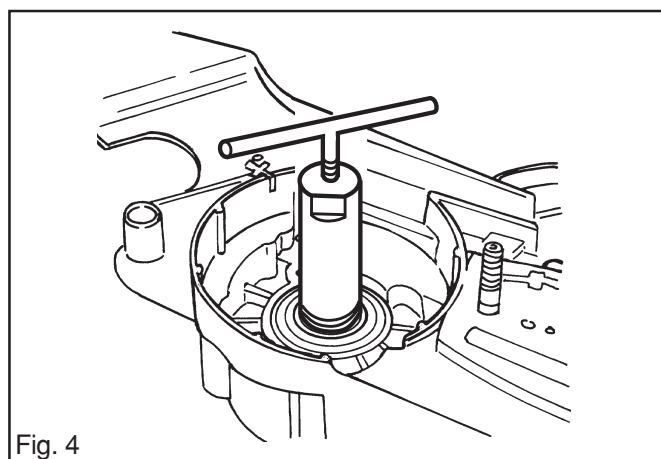

Fig. 4
3. Si nécessaire, démontez la bague d'étanchéité du côté rotor volant. Utilisez l'outil 502 50 55-01. Voir la fig. 4.